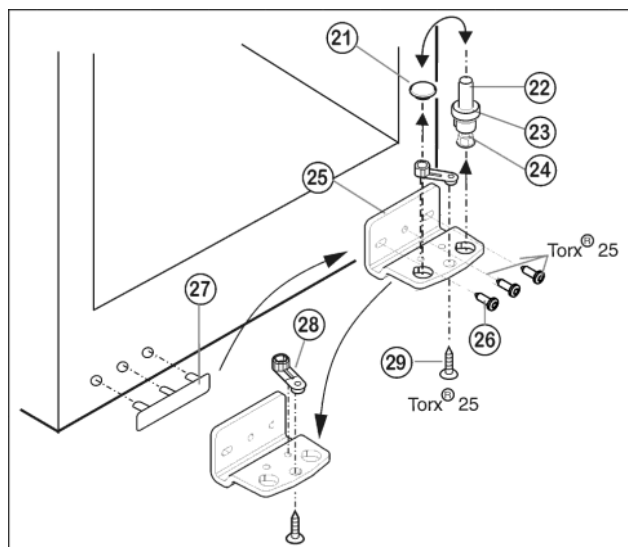

Fig. 12
- ▶ Извлеките опорный винт Fig. 12 (22) в комплекте с шайбой Fig. 12 (23) и регулируемой опорой Fig. 12 (24), вытягивая его вверх.
- ▶ Снимите пробку Fig. 12 (21).
- ▶ Открутите Fig. 12 (25) опорный кронштейн Fig. 12 (26).
- ▶ Открутите Fig. 12 (29) опорную деталь Fig. 12 (28) и, переставив в отверстие на противоположной стороне опорного кронштейна, снова прикрутите.
- ▶ Осторожно снимите и переставьте на противоположную сторону крышку со стороны ручки Fig. 12 (27).
- ▶ Снова прикрутите опорный кронштейн Fig. 12 (25) на новой стороне шарнира (с моментом 4 Нм). При необходимости используйте аккумуляторный шуруповерт.
- ▶ Переставьте пробку Fig. 12 (21) в свободное отверстие.
- ▶ Вновь установите опорный винт Fig. 12 (22) в комплекте с шайбой и регулируемой опорой. При этом следить за тем, чтобы выступ фиксатора был направлен назад.
- ▶ Установите нижнюю дверцу сверху на нижний опорный винт Fig. 12 (22).